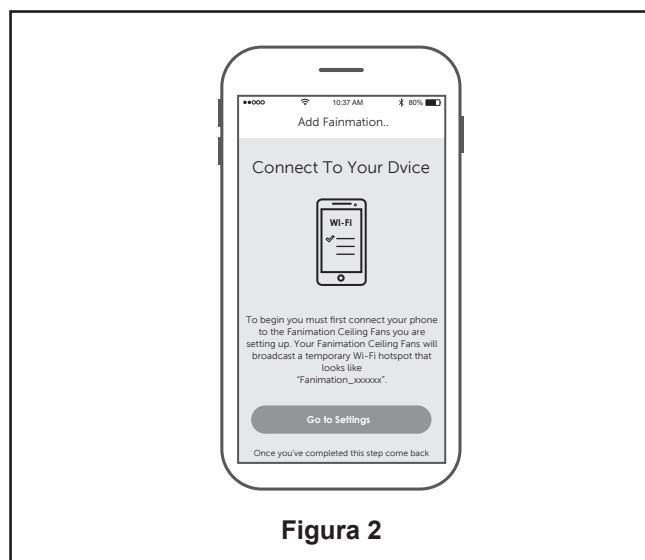

Figura 2
- ☐ 2. En este paso, el receptor WiFi de su ventilador de techo debe estar instalado y dentro del rango de su router WiFi. Con la App abierta, seleccione "añadir dispositivo". (Figura 2)